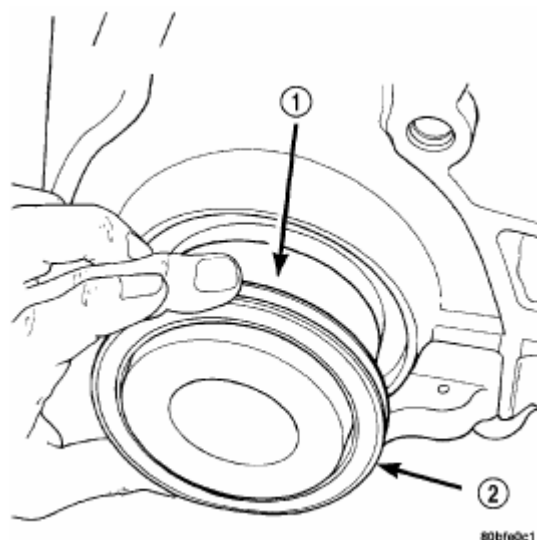

Рис. 58. Заднее уплотнение коленвала и спец.приспособление 6926-1.
- (1) Смазать фланец коленчатого вала моторным маслом.
- (2) Поместить направляющее спец.приспособление 6926-1 для установки уплотнения на коленчатый вал (Рис.58).
- (3) Установить уплотнение на направляющее приспособление (Рис.58). При установке уплотнения направляющее приспособление должно оставаться на коленчатом вале. Убедиться, что манжета уплотнения направлена к коленвалу при установке.